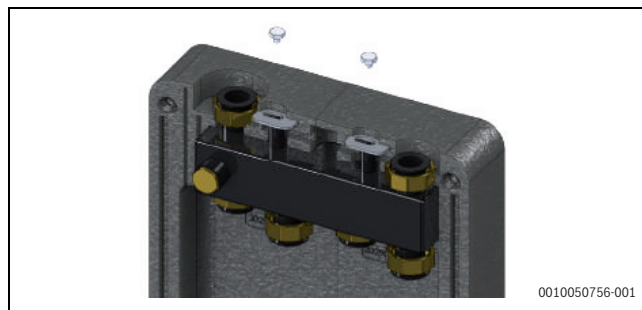

Fig. 191 Retirar los tornillos
2. Desatornillar y retirar los tornillos con una llave de boca (→ fig. 191).